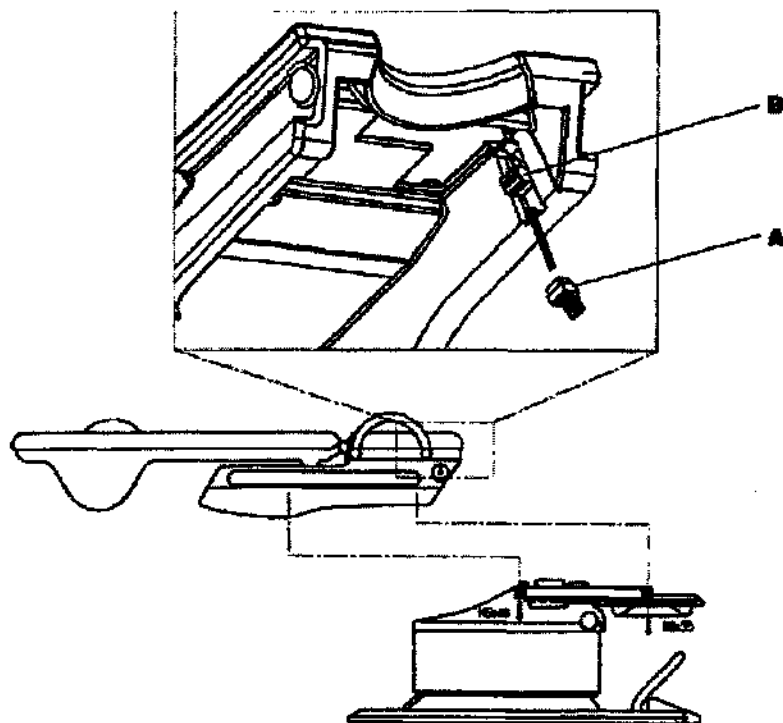

Рисунок 3.1
- 3) Для подключения электропитания спинки и соответствующего минипереклюателя соедините четырехжильный разъем сиденья (рисунок 3.1.В) с четырехжильным штекером на опоре сиденья (рисунок 3.1.А)